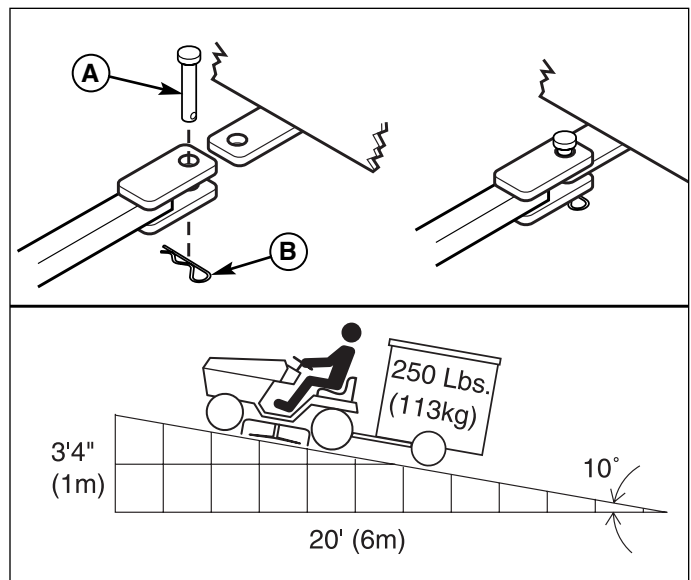

Figura 8. Pesì consigliati per il rimorchio
La forza massima della barra di traino orizzontale consentita è 280 Newton. Quella verticale è 160 Newton. Questo equivale ad un rimorchio di 113 kg (250 libbre) su una collina con dislivello di 10 gradi. Fissare il rimorchio con un perno con testa di dimensioni giuste (A, Figura 8) e morsetto (B).